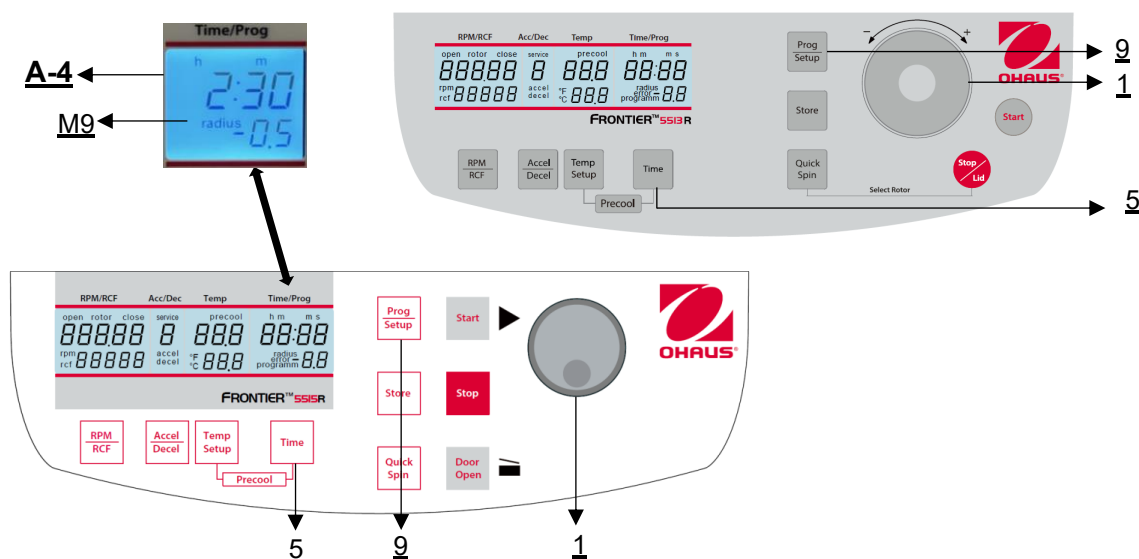

Figura 17
En primer lugar, cierre la tapa de la centrífuga y, a continuación, pulse la tecla **"Tiempo"** (5) y la tecla **"Prog/Setup"** (9) al mismo tiempo y manténgalas pulsadas (véase la figura 17).